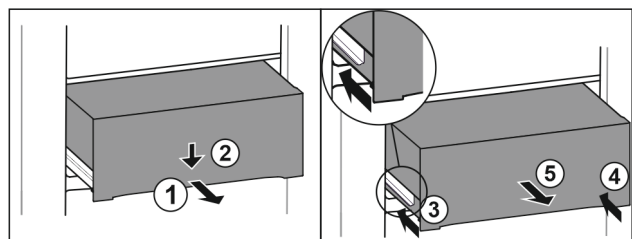

Fig. 91
- Extrageți pe jumătate sertarul. Fig. 91 (1)
- Apăsați în jos sertarul pe partea frontală. Fig. 91 (2)
- Inserați șina stângă aproximativ 2 cm. Fig. 91 (3)
- Inserați șina dreaptă aproximativ 2 cm. Fig. 91 (4)
- Extrageți sertarul spre înainte. Fig. 91 (5)